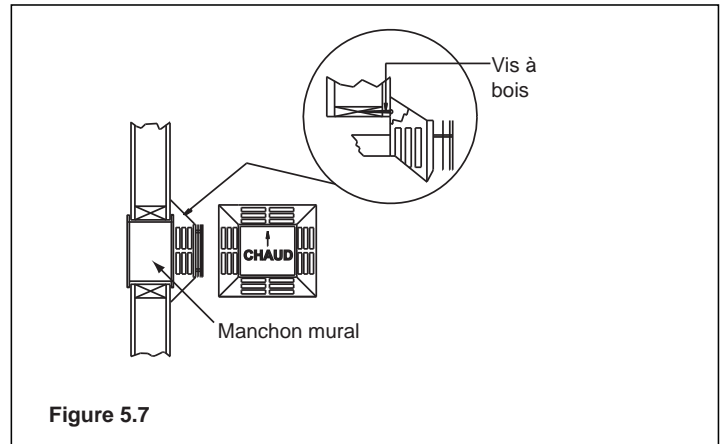

Figure 5.7
Positionnez l'abat-vent horizontal dans le centre du trou carré de 10 po x 10 po (25,4 x 25,4 cm) et mettez un cordon de mastic non durcissant autour des bords extérieurs de façon à produire un joint étanche avec le mur, puis attachez l'abat-vent au mur extérieur avec les quatre vis à bois fournies. La flèche sur le couvercle de l'abat-vent doit pointer vers le haut (**Figure 5.7**).
- (1) Les quatre vis fournies doivent être remplacées par des attaches appropriées pour le stuc, la brique, le béton ou tout autre type de bardage.
- (2) L'abat-vent HHW2 (pièce n° 841-0670) est hautement recommandé sur un bâtiment au bardage de vinyle, puisque l'entretoise du bardage de vinyle est intégrée. Le trou de guidage doit être 2 po (5 cm) plus près du bas du carré que du haut. En utilisant une équerre, dessinez un carré de 14 po x 14 po (35,6 cm x 35,6 cm) autour du trou de guidage dans le bardage. **Figure 5.7**.